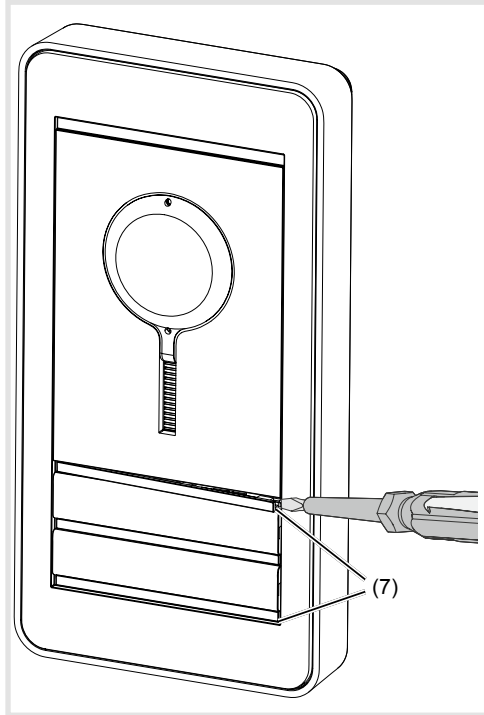

Bild 18: Lösen der Abdeckstreifen
- Die verriegelnden Abdeckstreifen (7) oben und unten mit dem Schraubendreher nach vorne hebeln und entnehmen (Bild 18).